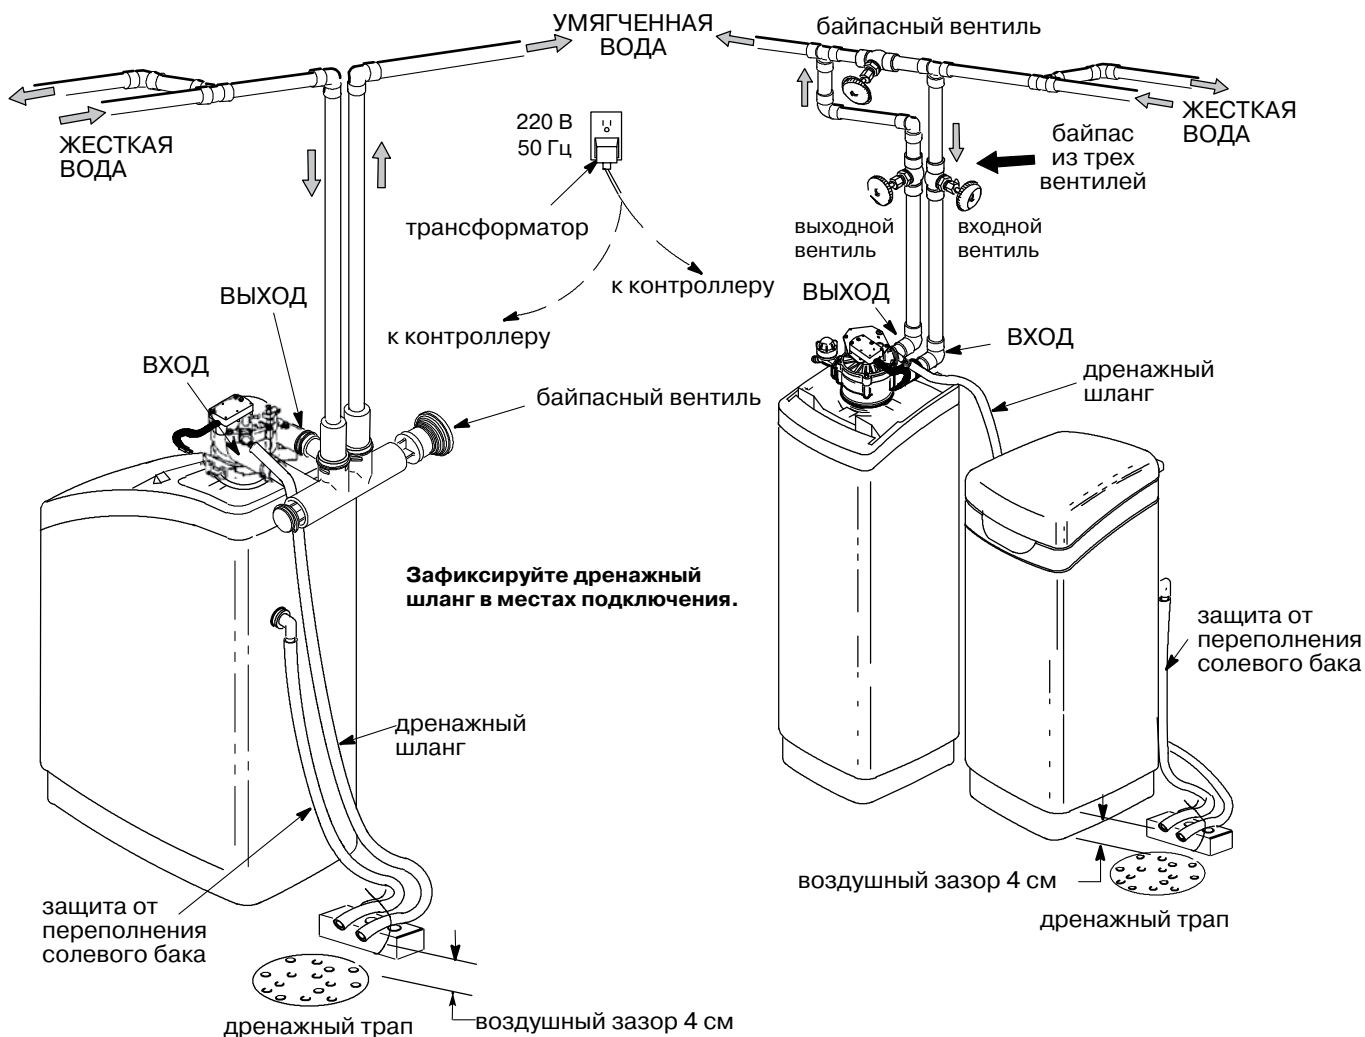

Рис. 2. Типовая схема установки
1. Моноблочные модели поставляются в собранном виде. Во время установки снимите верхнюю крышку и крышку солевого бака и отложите их в сторону во избежание повреждений. Убедитесь в том, что солевая шахта установлена вертикально и закреплена (рис. 2).
При установке байпаса из трех вентилях, соедините их, как показано на рис. 2.